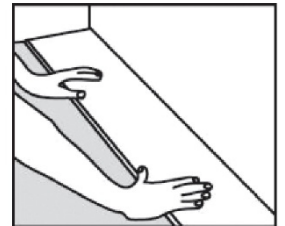

Abbildung 1
7. Beginnend auf der Links-Seite und mit der Feder zur Wand zeigend die erste Diele vorsichtig positionieren (Abbildung 1).